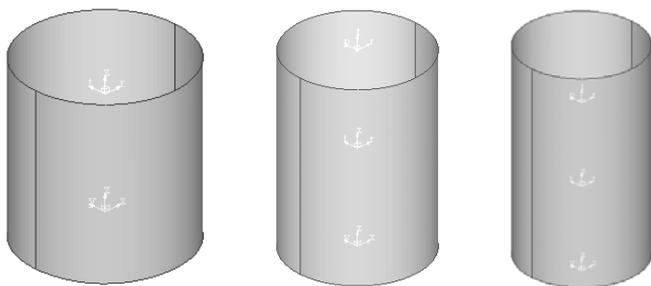

图 13-21 模型在 Z 方向上放缩的不同阶段
- (9) 停止动画。
- (10) 单击 Animation Controls (⏮) 按钮。
- (11) 将 Angle Increment 变为 10。
- (12) 返回 Deformed 面板。
- (13) 在 Type 栏中选择 Component, 这一选择能够使模型在三个方向按照不同的比例缩放。
- (14) 在 X、Y、Z 上分别输入 0、0、20。
- (15) 单击 Apply 按钮。
- (16) 运行模型动画, 此时模型只在 Z 方向上放缩, 效果如图 13-21 所示。